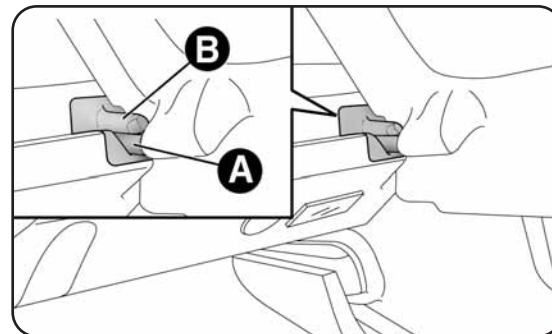

fig. 63
- dégager les axes A-fig. 63 situés à l'extérieur de la plage des logements B respectifs façonnés dans les supports latéraux, puis sortir la plage arrière vers l'extérieur.